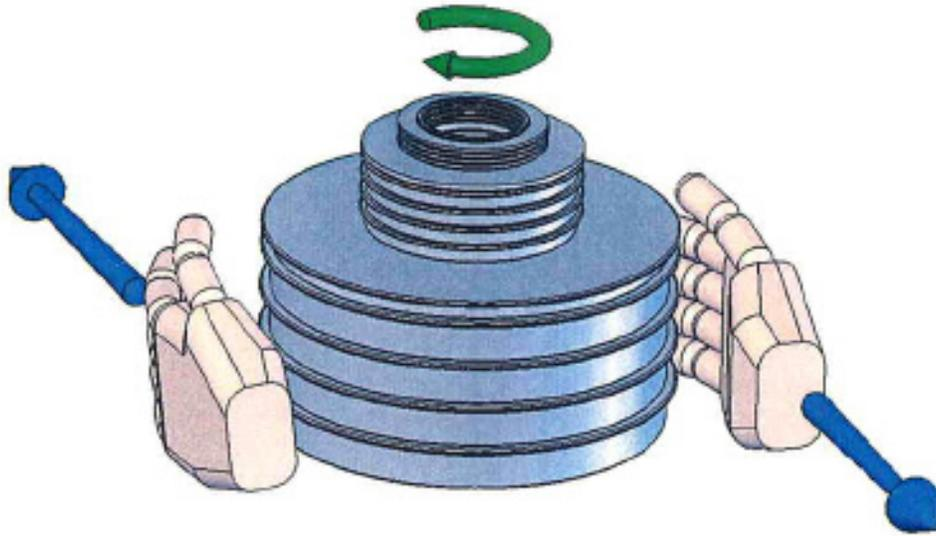

图 3-1. 砝码旋转
4. 轻轻地顺时针旋转砝码组，使它转动，速度介于约 10 和 60 rpm 之间。当转动砝码时：把手掌放在砝码组两侧并“滚动”砝码组（让两手沿相反方向拉动），避免施加侧向负载，参见图 3-1。当活塞触及行程上限或下限时，不要旋转砝码。